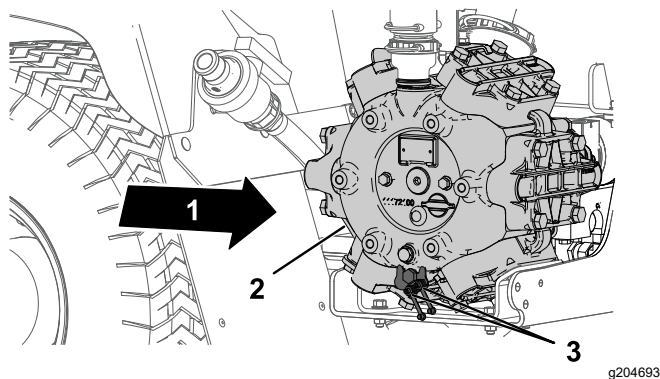

图 70
1. 将2个远距离黄油嘴擦拭干净图70。
2. 用黄油枪将润滑脂打入到远距离黄油嘴图70。